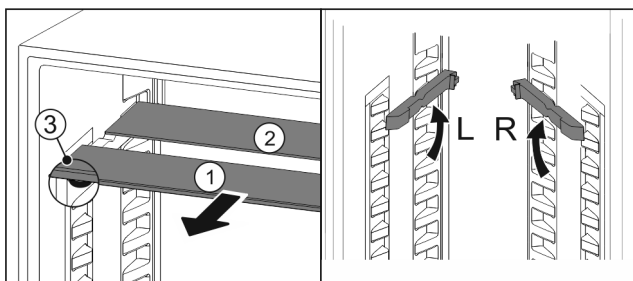

Fig. 18
- Sortir les tablettes par l'avant Fig. 18 (1).
- ▷ La tablette en verre Fig. 18 (1) avec bordure décorative est située à l'avant.
- ▷ Les butées Fig. 18 (3) sont orientées vers le bas.